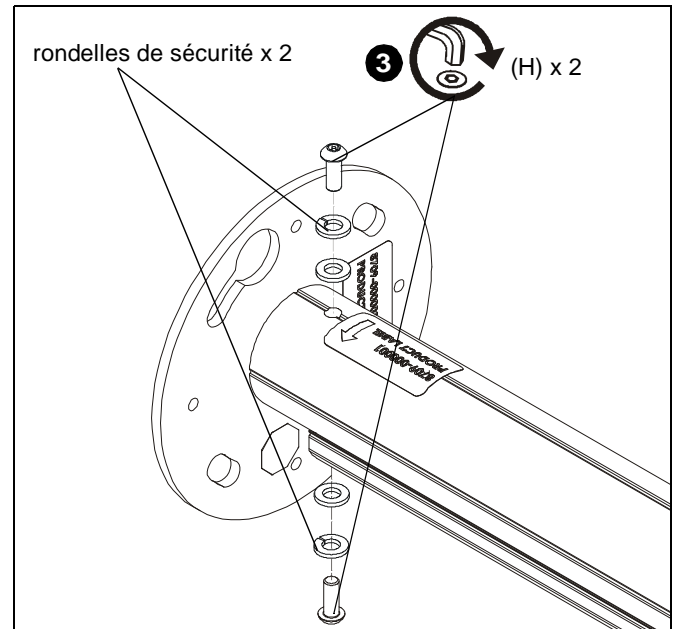

Figure 3
3. Utilisez deux vis de sécurité (H) M6 x 16 mm et des rondelles retirées à l'étape 2 pour fixer la colonne de montage de série KITEC/KITMC à la plaque adaptatrice. (Voir la Figure 3)
**IMPORTANT !** : Les rondelles doivent être installées à nouveau dans le même ordre, les rondelles de sécurité étant plus proches des tête des vis. (Voir la Figure 3)